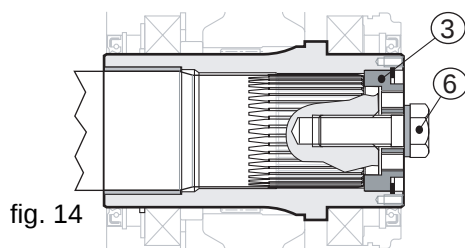

fig. 14
Remplacer la barre (pos. 4) avec la vis (pos. 6), en serrant à fond, en appliquant une force comme indiqué sur la table "couple de serrage" paragraphe 9.1, en utilisant en outre un frein filet moyen ; Piv Posiplan conseille LOCTITE 601 (voir fig. 14).